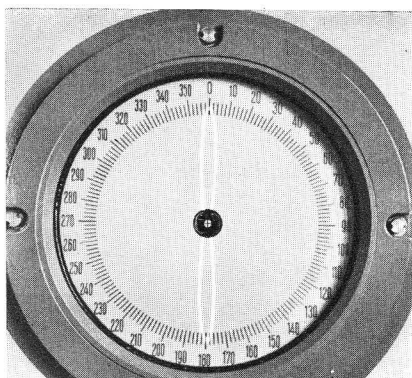
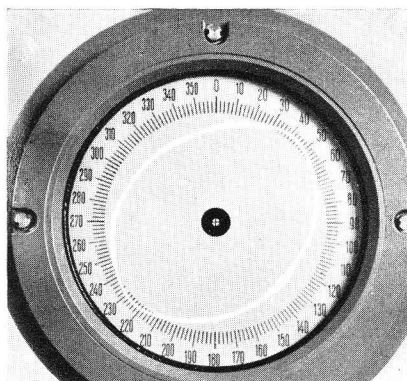

Abb. 33:
Abb. 35:
77. Im Gegensatz zur Hörpeilung ermöglicht die Sichtpeilung eine dauernde Beurteilung der Peilverhältnisse. So kann man aus der Keulenbreite sowohl Rückschlüsse auf die Empfangsfeldstärke als auch auf den Polarisationszustand der ankommenden Welle ziehen, wobei eine plötzliche Zunahme der Keulenbreite (= Abnahme der Antennenspannung) meist einer ungünstigen, d. h. horizontalen Polarisation entspricht und mit Peilfehlern verbunden ist. Wenn z. B. kurz aufeinanderfolgend die in den Abbildungen 33 bis 35 wiedergegebenen Keulenbilder beobachtet werden, so kann man aus der starken Keulenverbreiterung in Abbildungen 34 und 35 gegenüber Abbildung 33 sowie aus der gleichzeitig aufgetretenen erheblichen Peilwanderung (in Abbildung 35 45° gegenüber Abb. 33) ohne weiteres auf Polarisationsinflüsse schließen und annehmen, daß die Peilung der Abbildung 33 richtig ist.